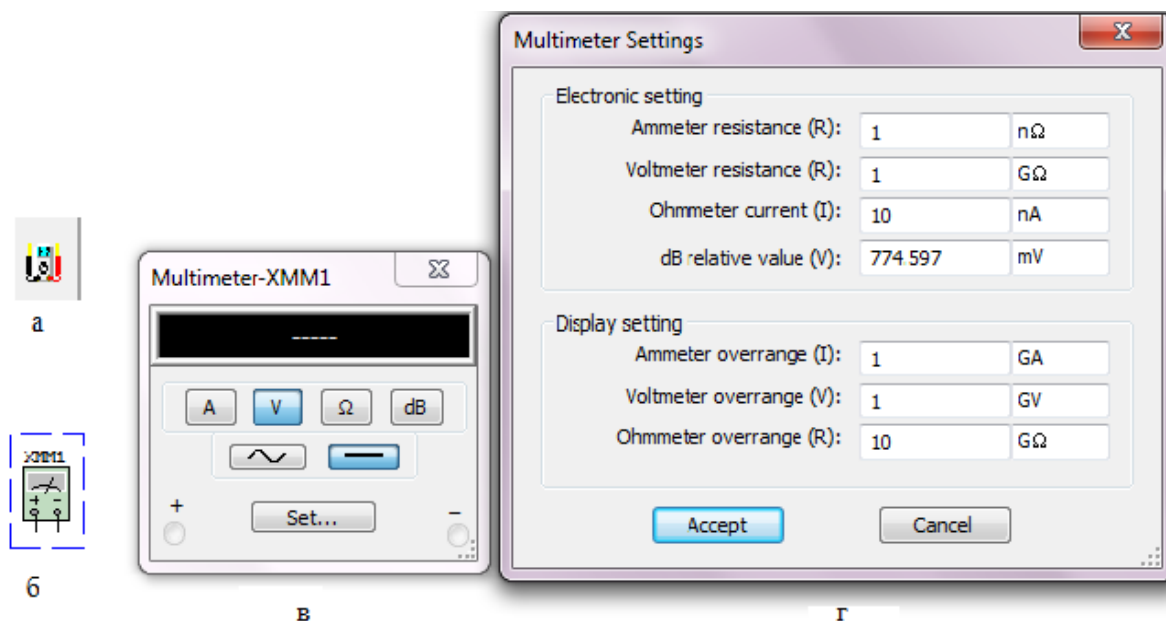

Рис. 1.7 Мультиметр: а) позначення на панелі контрольно-вимірювальних приладів; б) позначення на схемі; в) лицьова панель; г) вікно установок режимів роботи
Мультиметр (рис.1.7).
Налицьовій панелі мультиметра (рис. 1.7,в) розташовано дисплей для відображення результатів вимірювань, клеми для підключення до схеми і кнопки керування.
- режим установки параметрів мультиметра. Після натискання на цю кнопку відкривається діалогове вікно (рис. 1.7,г), на якому позначені: